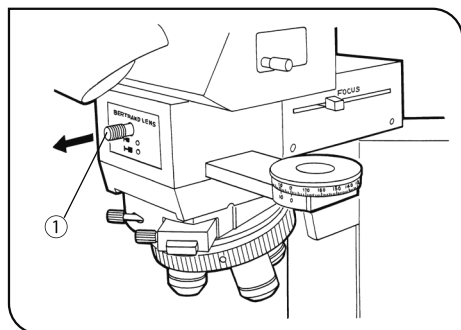

図 25
- 2) ベルトランレンズ挿脱つまみ①を動かして引き出し位置（○印）にします。（図25）